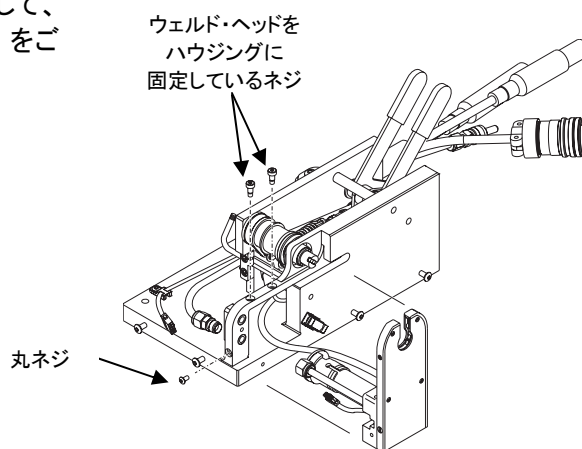

Figure 43 ウェルド・ヘッド・アセンブリの取り外し
14. 2本の位置決め用ショルダー・ネジおよび丸ネジを外して、ウェルド・ヘッド・アセンブリを取り外します。**Fig.43**をご参照ください。